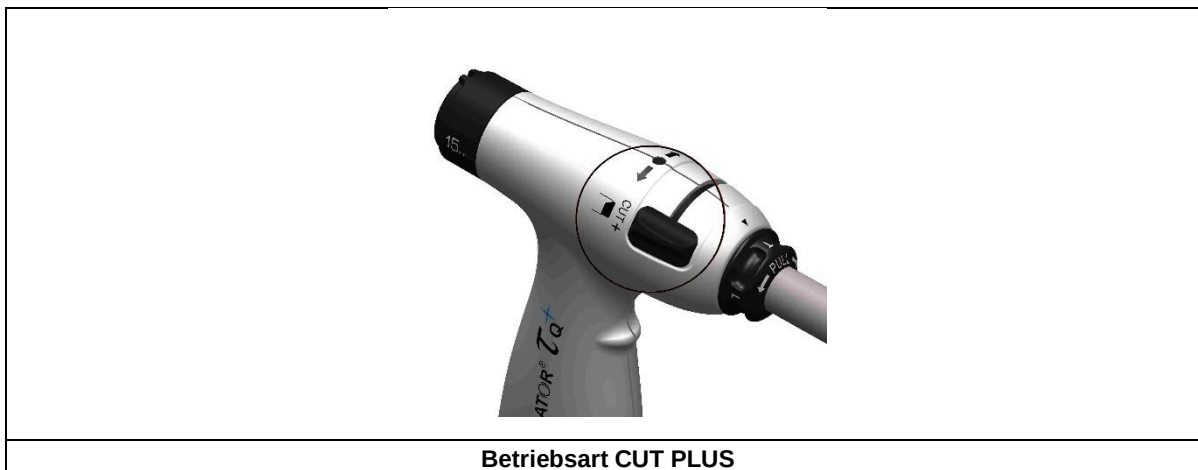

Abbildung 11: Drehknopf mit den Betriebsarten „CUT“, „OFF“ und „CUT PLUS“
- 6.5.2 Nachdem die Rotation des Handstücks zum Stillstand gekommen ist, wird der Drehknopf in die Position „OFF“ gebracht (Abbildung 11). Dadurch wird sichergestellt, dass die Klinge gesichert ist, bevor das Handstück aus dem Körper entfernt wird.